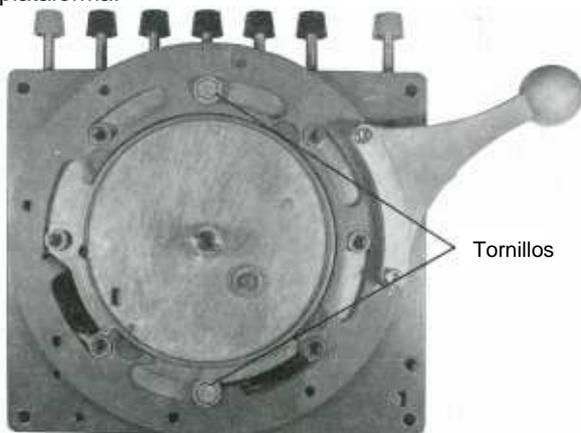

Figura 2. Desmontaje tornillos
1. Quitar y poner aparte los dos tornillos y las arandelas que sostienen la plataforma en la parte inferior del aparato (Figura 2). Asegurarse de que la plataforma no se caiga del aparato, esto podría dañar el muelle de la plataforma.